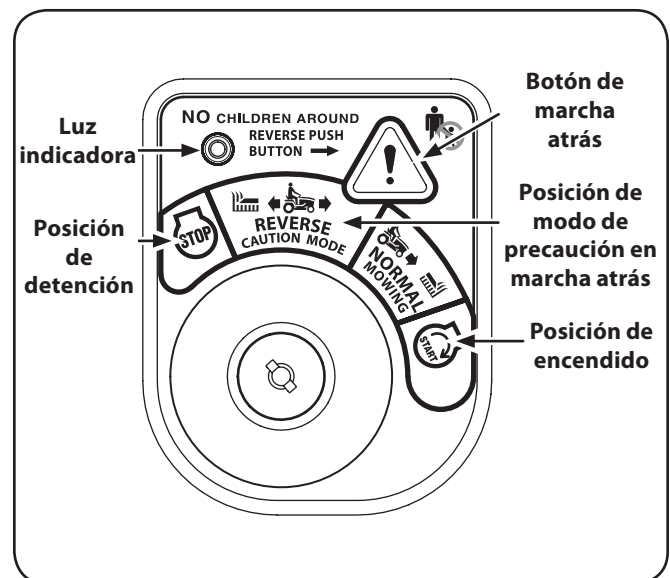

Figure 5-2
2. Gire la llave desde la posición de PODA NORMAL (verde) hasta la posición de MODO DE PRECAUCIÓN EN MARCHA ATRÁS (amarillo) del módulo del interruptor de llave. Vea la Figure 5-2.
3. Presione el BOTÓN DE MARCHA ATRÁS (botón triangular de color naranja) en la esquina superior derecha del módulo del interruptor de llave. La luz indicadora roja en la esquina superior izquierda del módulo del interruptor de llave se mantiene encendida (ON) mientras esté activado. Vea la Figure 5-2.